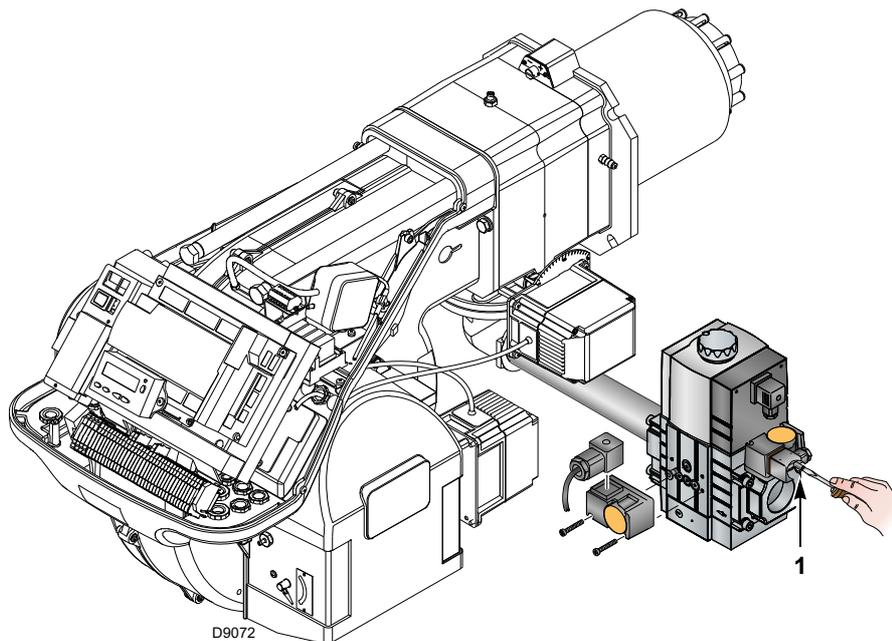

Abb. 29
- Den Gasversorgungsdruck durch Anschluss eines Manometers an die Druckentnahmestelle 1) (Abb. 29) des Gasdruckwächters kontrollieren: er muss niedriger sein als der auf dem Typenschild angegebene, maximal zulässige Druck der Gasstrecke.
- Nun die Leitung der Gasstrecke entlüften, indem ein Kunststoffschlauch an der Druckentnahmestelle 1) (Abb. 29) des Gas-Mindestdruckwächters angeschlossen wird. Den Kunststoffschlauch ins Freie führen und entlüften bis der Gasgeruch wahrnehmbar ist.